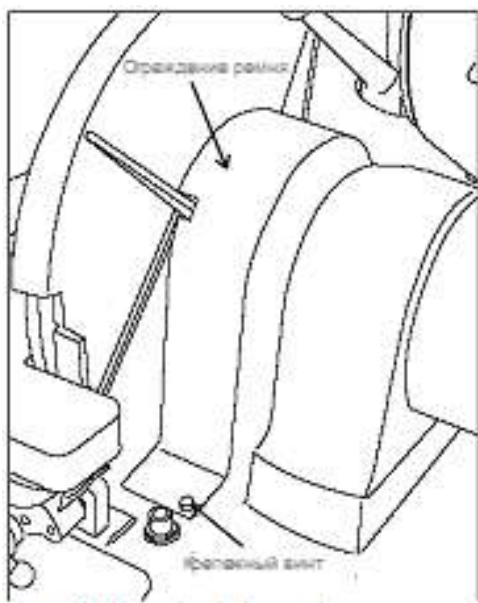

Рис. 9: Съем ограждения ремня
2. Снять защитное ограждение (Рис. 9) и стол диска.